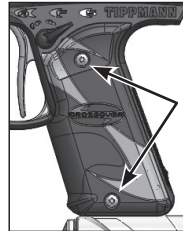
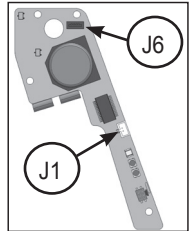

Figura 12: Tornillos de las Cubiertas del Mango
Figura 13: el conector J6 y J1
**Circuitos** (44), use una llave de Allen de 5/64" para remover los tornillos (61) de juntos lados de las Cubiertas del Mango (los tornillos del lado izquierdo se ven en la Figura 12).
- Remueva del Mango todo el Ensamble de la Cubierta del Mango (60).
- Remueva los tres tornillos (48) del tablero de circuitos Electrónicos.
e. Remueva el **Circuito Flex** (43) de el conector J6 (ver figura 13) en el tablero de circuitos jalándolo hacia afuera.
f. Remueva las **correas de alambre de la Bobina** (43) del conector J1 en el tablero de circuitos jalándolo hacia afuera del conector.